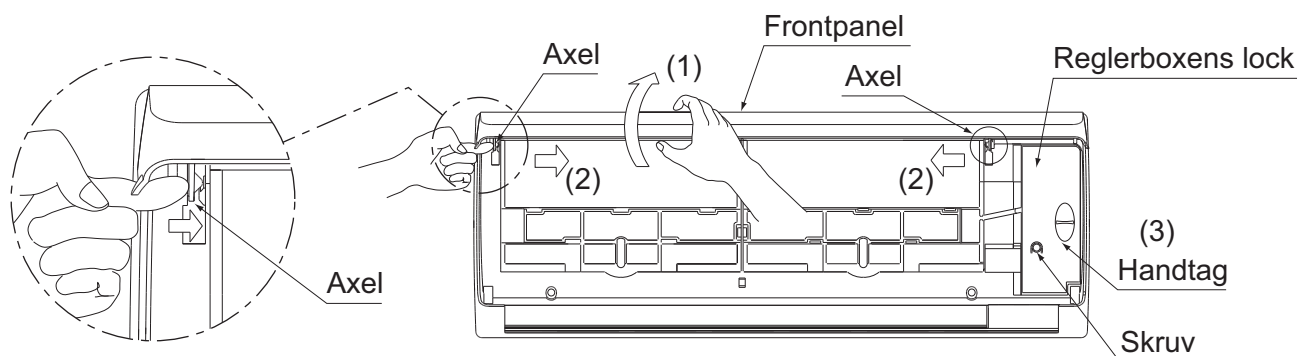

Bild 6
(1) Ta bort frontpanelen och kontrollboxens lucka. (Se bild 6)